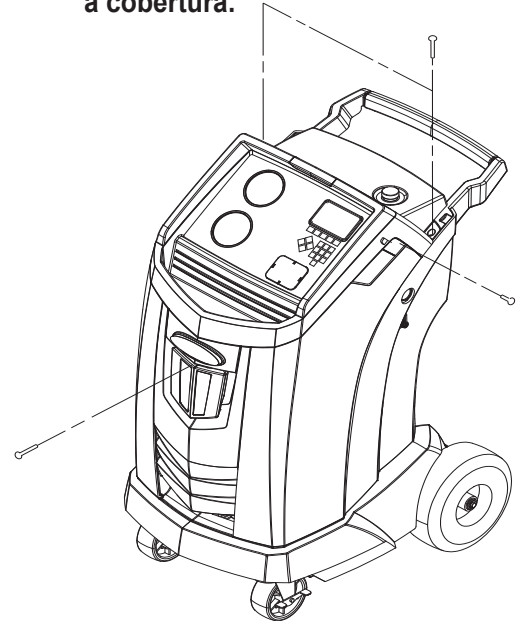

Figura 8
Desligue a máquina. Remova o frasco de óleo. Remova os quatro parafusos que fixam a cobertura. Consulte a Figura 8.
2. Remova os quatro parafusos que prendem a cobertura. Veja a Figura 8.